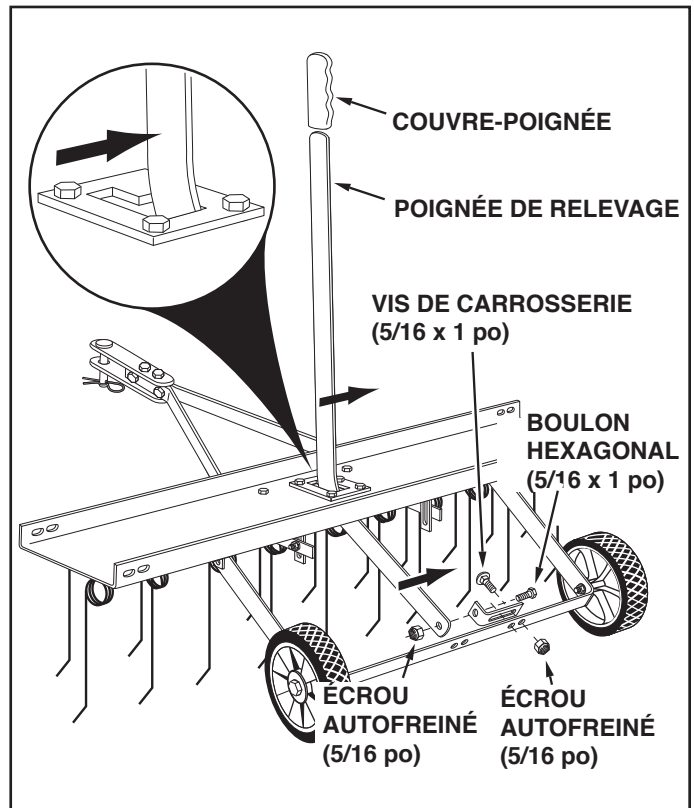

FIGURE 6
11. Fixer un support de bras d'attelage au porte-essieu à l'aide de 2 vis de carrosserie (E) de 5/16 x 1 po et de 2 écrous autofreinés (I) de 5/16 po. **Ne pas serrer à ce stade**. Voir la figure 6.
13. Disposer le support de bras d'attelage de sorte qu'il y ait une tension latérale sur la poignée de relevage quand elle est verrouillée en position haute. Bloquer les écrous. Voir la figure 6.
14. Mettre le couvre-poignée (K) sur l'extrémité de la poignée de relevage. Voir la figure 6.